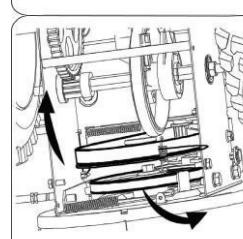

Figure 24
b. Отцепите пружину опорного кронштейна от рамы. Figure 24.